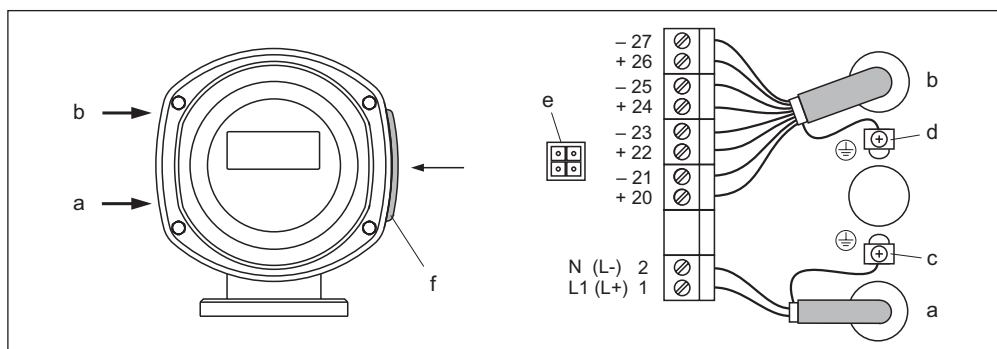

Рис. 22. Подключение трансмиттера (полевой корпус из нержавеющей стали), поперечное сечение кабеля: макс. 2,5 мм²
- Схема соединений (корпус из нержавеющей стали) → рис. 22